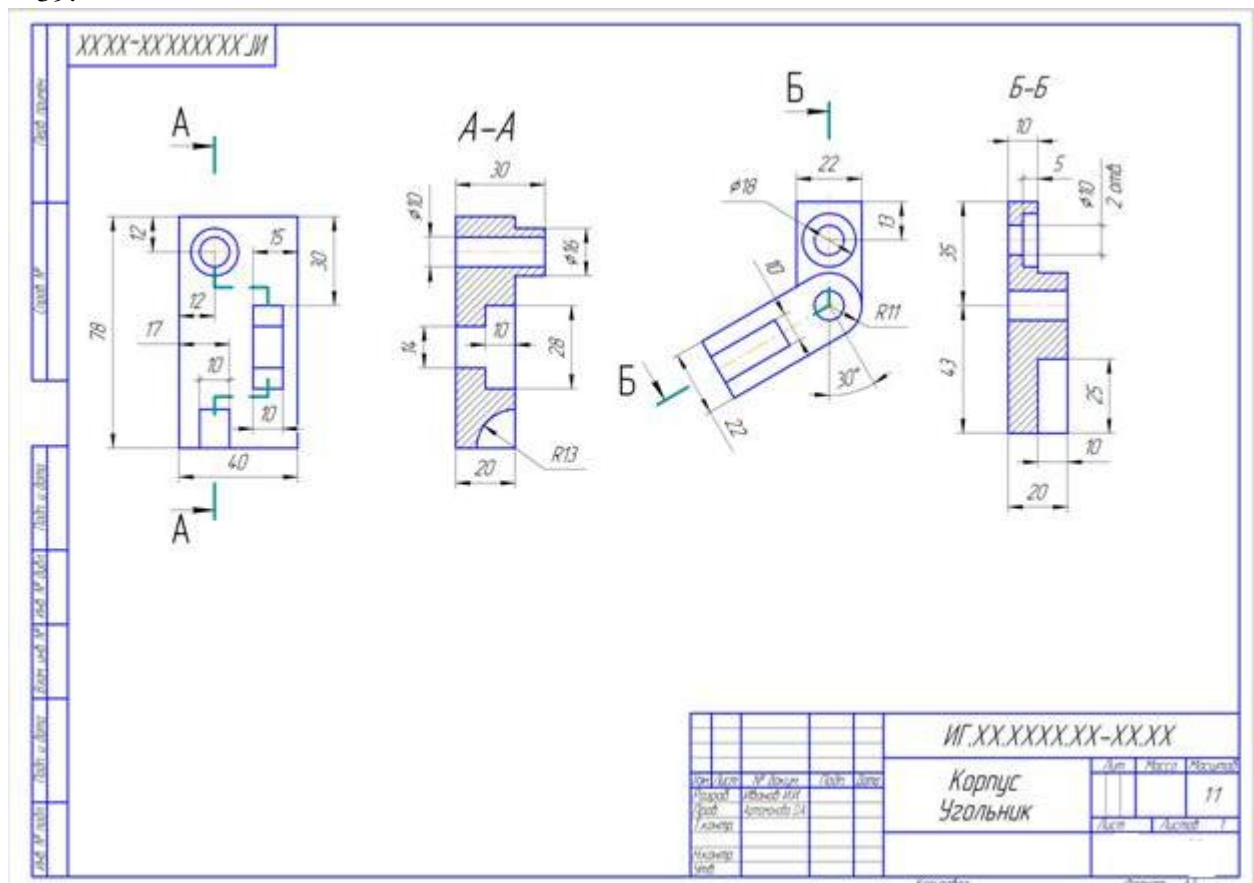

Рисунок 39 - Пример оформления графической работы
2. Выполните задачу 4, замените вид спереди или сверху ступенчатым разрезом, см. рис. 39.
3. Выполните задачу 3, заменив вид спереди или слева ломанным разрезом, см. рис. 39.